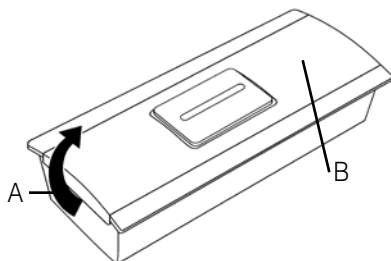

Figure 3: Bouton d'appel
- a) Ôter d'abord le cache en plastique transparent en le soulevant par un côté (fig. 3 A). Utiliser pour cela un petit tournevis.
- c) Vous pouvez maintenant ouvrir la petite vis (fig. 3 B) avec un petit tournevis cruciforme et retirer la partie avant du bouton d'appel derrière lequel se trouve la platine avec la pile.